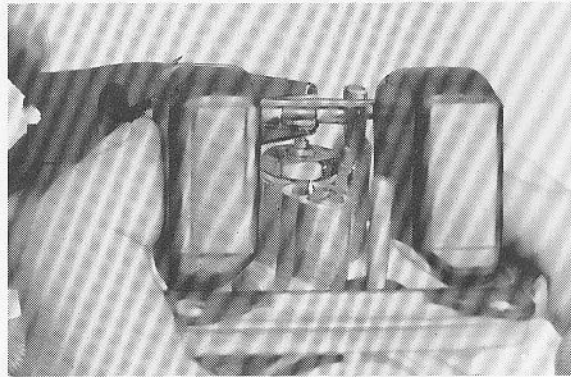

Fig. 4-2-17
- e. To correct float arm height, bend the tang a slight amount as required. (Fig. 4-2-17)
- e. Pour corriger la hauteur du bras de flotteur, plier la queue légèrement. (Fig. 4-2-17)